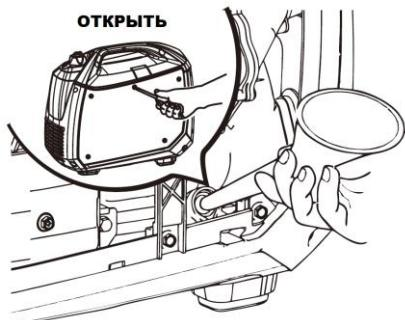

Рисунок 2
- Снимите защитную крышку кожуха (Рисунок 2)